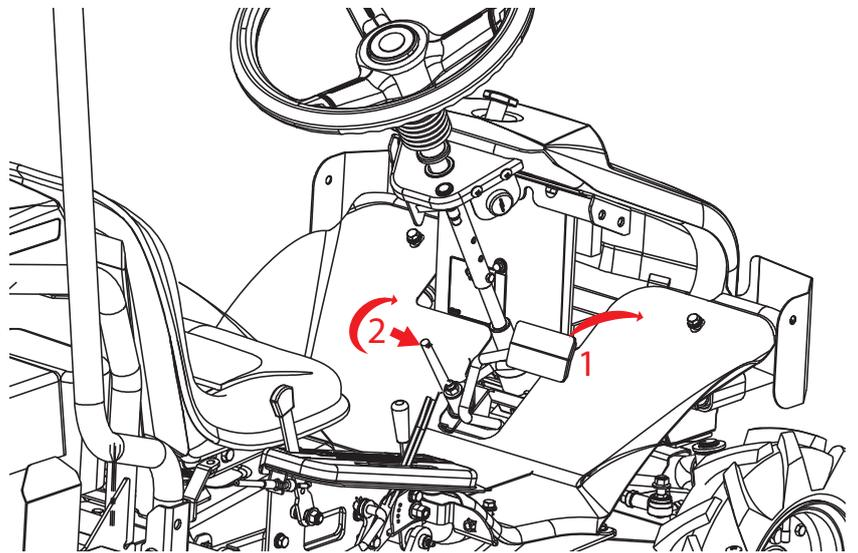

Abb. 6
Das Bremspedal (Abb. 6 Pos. 1) wird in Gefahrensituationen oder als Parkbremse verwendet. Wenn das Bremspedal getreten wird, springt der Schalthebel in seine Neutralstellung zurück. Um die Bremse zu arretieren, drücken Sie das Bremspedal (1) und schieben Sie den Arretierhebel (2) nach rechts. Um die Bremse zu lösen, drücken Sie das Bremspedal, so dass der Arretierhebel in seine Ausgangsposition zurück springt.